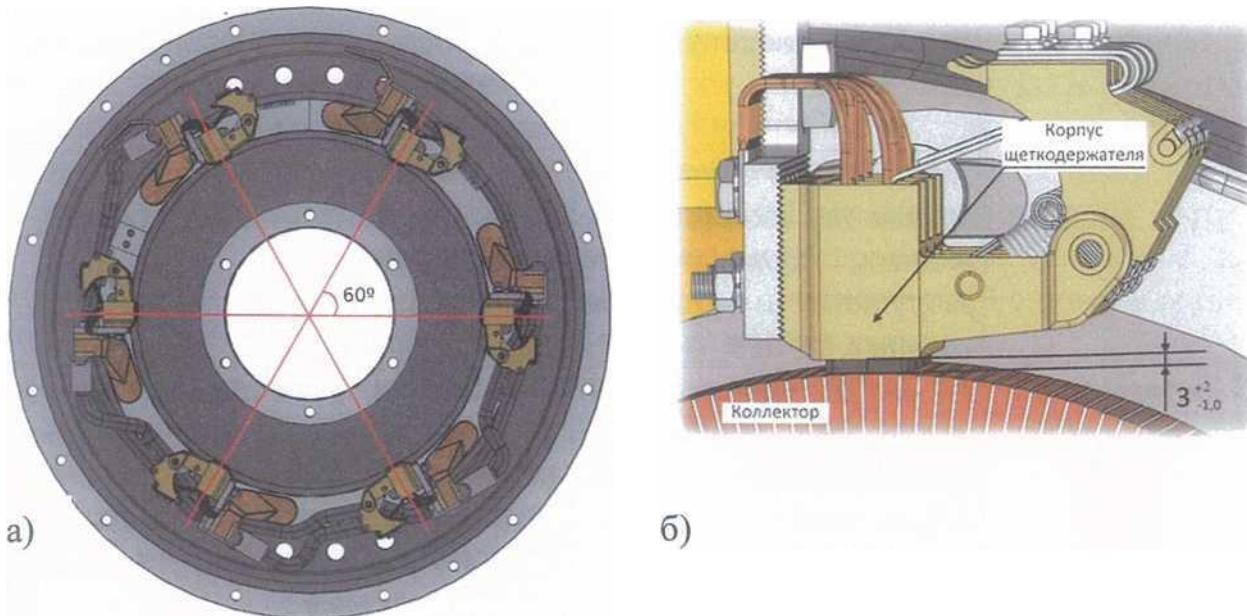

Рисунок 10 - Положение щеткодержателей
1.1.5 Расстояние между рабочей поверхностью коллектора и корпусом щеткодержателя выше допустимого	Установить допустимое расстояние до рабочей поверхности коллектора - от 2 до 5 мм (рисунок 10)
1.4.3 Неправильно поставлены щетки после каких-либо ремонтных работ	Правильно установить щетки: равномерно по окружности по числу коллекторных пластин, ось щетки должна быть параллельна оси коллектора. Расстояние до поверхности коллектора должно быть от 2 до 5 мм (рисунок 10, б), нормальный зазор между щеткой и обоймой - от 0,1 до 0,3мм